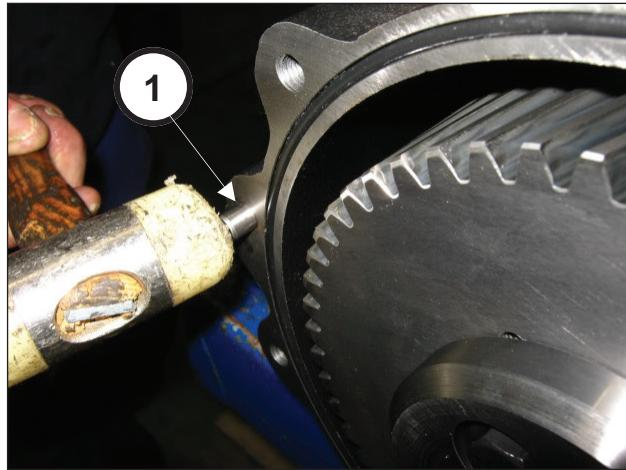
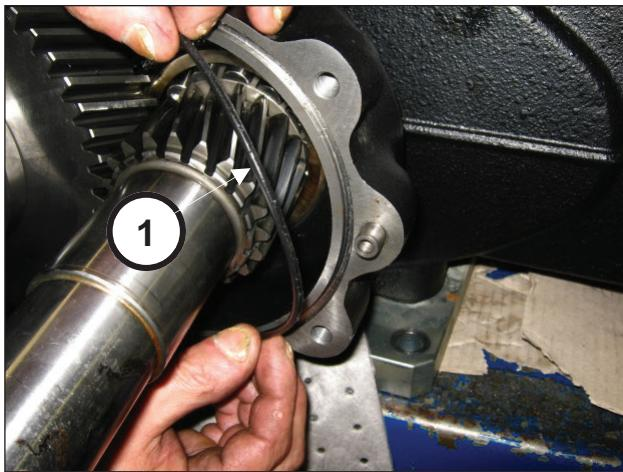

Abb. 70
Abb. 71
Bringen Sie die 2 Stifte Ø10x24 am Getriebegehäuse an (Pos. ①, Abb. 70) und setzen Sie den O-Ring ein (Pos. ①, Abb. 71).